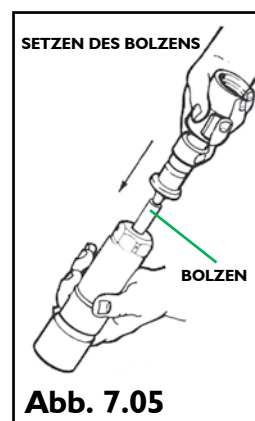

Abb. 7.05
- Den Schlagbolzen mit Hilfe des gewölbten Endes des Abzugs in das Rohr zurückschieben (siehe Abb. 7.05).